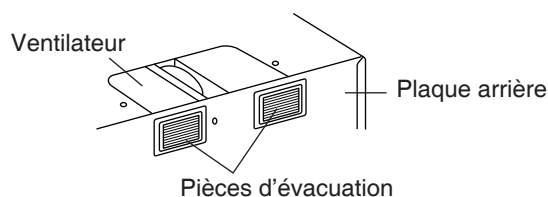

Fig. 1-3-4
- (6) Remettre le ventilateur dans l'appareil. Prendre garde de ne pas coincer les fils entre le ventilateur et le dessus du four. S'assurer que les pales du ventilateur sont visibles par les ouvertures dans la plaque arrière (Fig. 1-3-4).